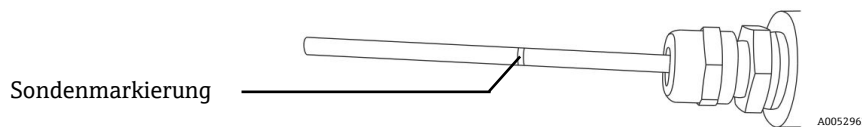

Abbildung 7. Sauerstoffsonde - Eintauchmarkierung
3. Markierung auf dem Sondenende lokalisieren. Diese Markierung zeigt die Tiefe an, bis zu der die Sonde eingebaut werden sollte. Siehe Abbildung 7.
9. Markierung auf dem Sondenende lokalisieren. Diese Markierung zeigt an, wie tief die Sonde eingebaut werden sollte. Siehe Abbildung 7.